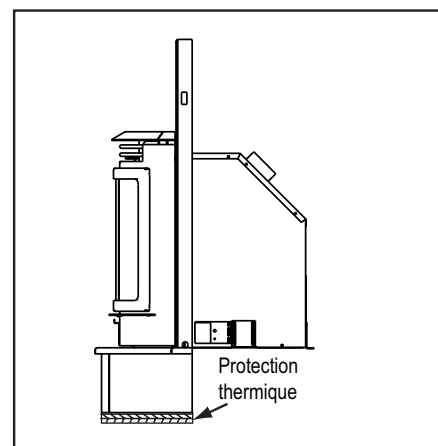

Figure 22.4
10. La protection thermique de 38 mm (1-1/2 po), la valeur « k » de 0,49 et la valeur R de 3,06 sous le support de garniture sans dégagement. **Figure 22.4.**